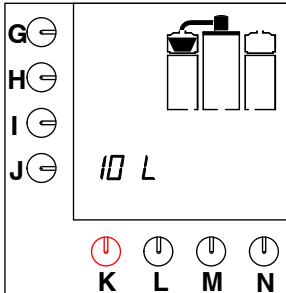

Fig. 7 Dropptid
- Så snart kaffebehållaren har fyllts, blinkar filterkorgen på displayen för dropptiden (fig. 7).